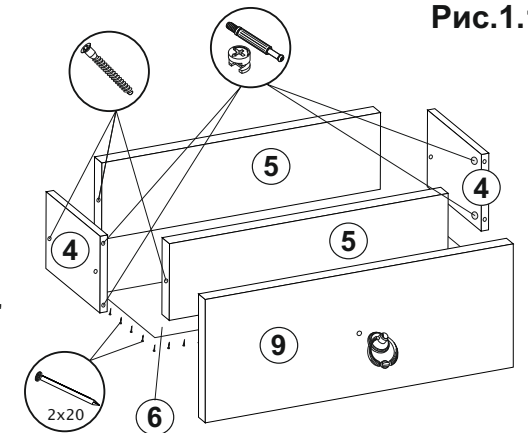

Рис.1.1
- Произвести сборку ящиков:** Соединить детали ящика (4,5) еврошурупами. Замерить диагонали получившихся ящиков и прибить ДВП (6) гвоздями 2х20. Прикрутить ручки к створкам (9) винтами М4х14/16. Установить створки (9) на собранные ящики с помощью эксцентриков. Прикрутить ответные части направляющих по центру деталей ящика (4) шурупами 3,5х16 (рис.1.1).